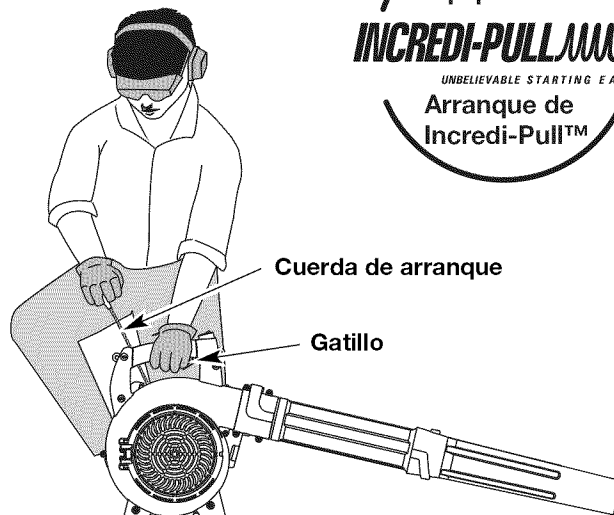

Fig. 13
2. Coloque el pico del recipiente de gasolina en el orificio de llenado del tanque de gasolina (Fig. 13) y llene el tanque.
- NOTA: La unidad debe arrancarse en vacío. No oprima el gatillo mientras arranca la unidad** (Fig. 13).
5. Colóquese en la posición de arranque (Fig. 13) y tire de la cuerda de arranque hasta que sienta un poco de resistencia. Esto es por lo general aproximadamente de 2 a 4 pulgadas. Tire de la cuerda 4 veces con movimientos suaves y rápidos.
6. Coloque la palanca del obturador en la Posición 2 (Fig. 13).
9. Coloque la palanca del obturador en la Posición 3 (Fig. 13). La unidad está lista para usar.